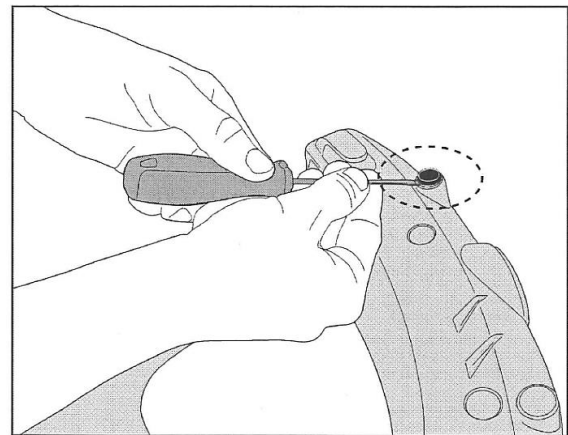

図 A-1
- GIVI モノキーベース (別売り) に防振ゴム (Z126/8mm) が付いている場合、それを商品付属の②防振ゴム (Z126A) (上部ゴム肉厚 9.5mm) (品番 90606 同等品) に交換してください。(図 A-1、A-2 参照)